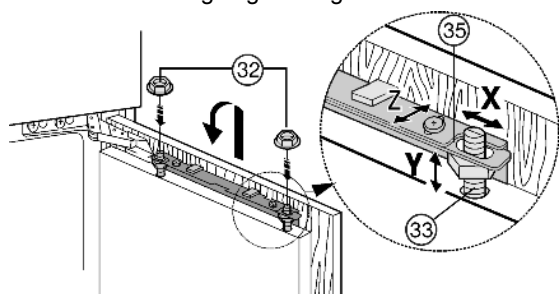

Fig. 21
- ▶ Møbeldøren hænges på justeringsboltene *Fig. 21 (33)* og kontramøtrikkerne *Fig. 21 (32)* skrues løst på justeringsboltene.
- ▶ Møbeldøren rettes ud i højden Y og i den sidelæns hældning: Justeringsboltene *Fig. 21 (33)* indstilles med en skruetrækker.
- ▶ Spænd kontramøtrikkerne *Fig. 21 (32)*.